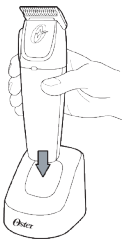

Figura 1
- Asegúrese de que el interruptor de la unidad está en la posición «OFF» (0).
- Inserte la recortadora en la base de carga de forma que la parte superior de la unidad esté orientada hacia usted y los contactos de la recortadora estén alineados con los contactos de la base de carga. La parte superior de la unidad es donde se encuentra el interruptor (Figura 1).